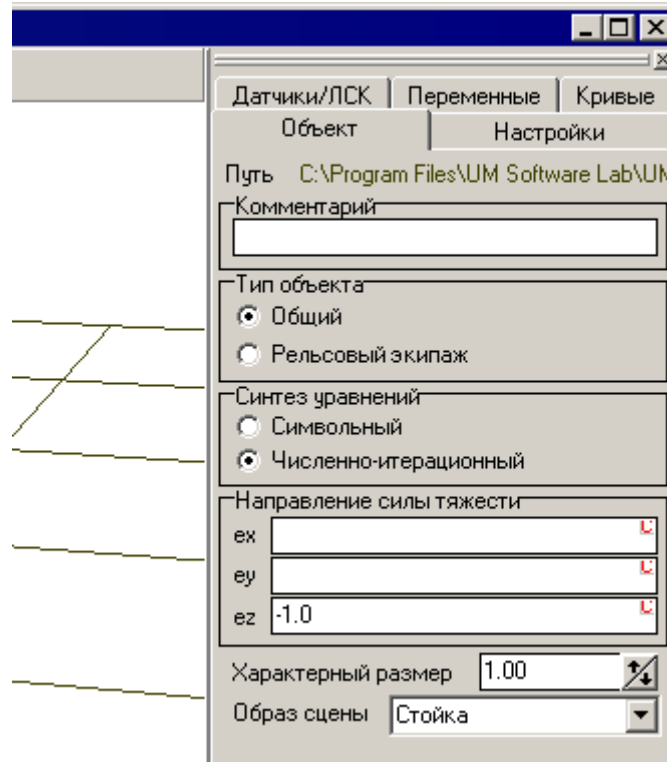

Рис. 1.7. Выбор образа сцены
15. В поле **Образ сцены** выберите **Стойка**, см. рис. 1.7.